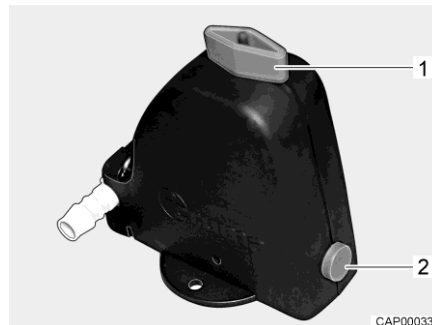
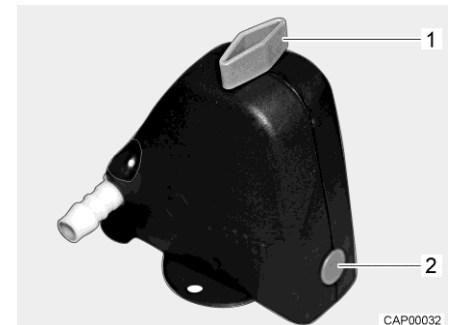

Fig. 116 Valve de sécurité et de vidange ouverte
Fig. 117 Valve de sécurité et de vidange fermée
- Fermer la valve de sécurité et de vidange. Tourner pour cela le bouton rotatif (Fig. 116,1) dans le sens transversal par rapport à la valve de sécurité et de vidange et enfoncer le bouton-poussoir (Fig. 116,2). La valve de sécurité et de vidange fermée est représentée à la Fig. 117. Lorsque la température descend en dessous de 6 °C, la valve de sécurité et de vidange ne peut pas être fermée.